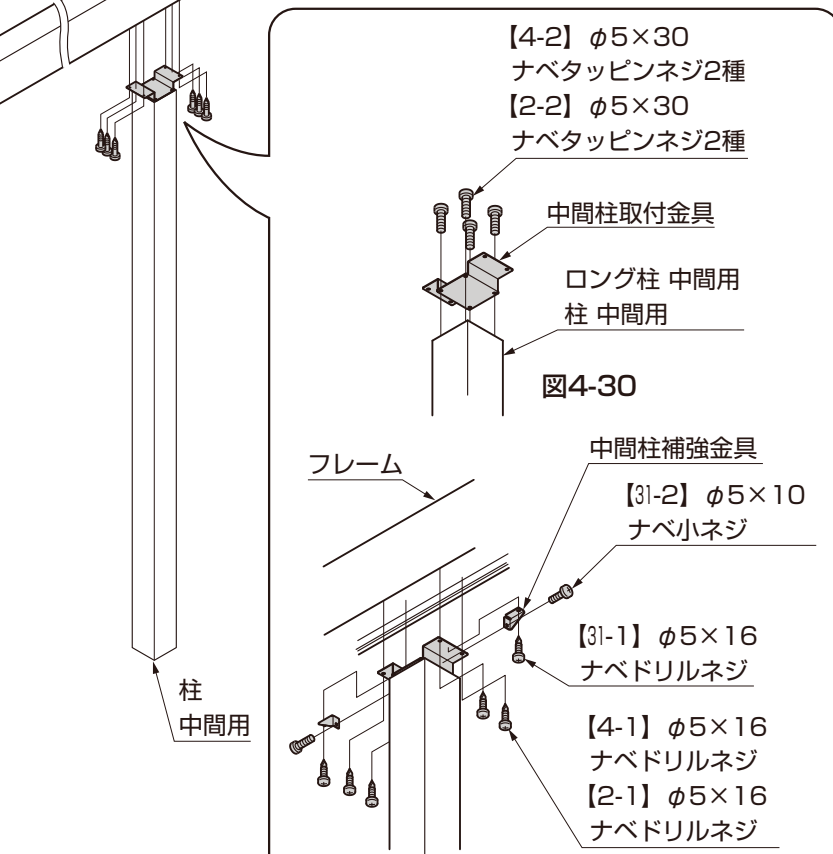

図4-30
- ①柱 中間用に中間柱取付金具を、【2-2】または【4-2】で取付けてください。(図4-30参照)
- ③中間柱補強金具、中間柱取付金具を【31-1】、【2-1】または【4-1】でフレームに取付けてください。(図4-30参照)
- ④柱 中間用にアンカー棒を差込み柱を建込んでください。